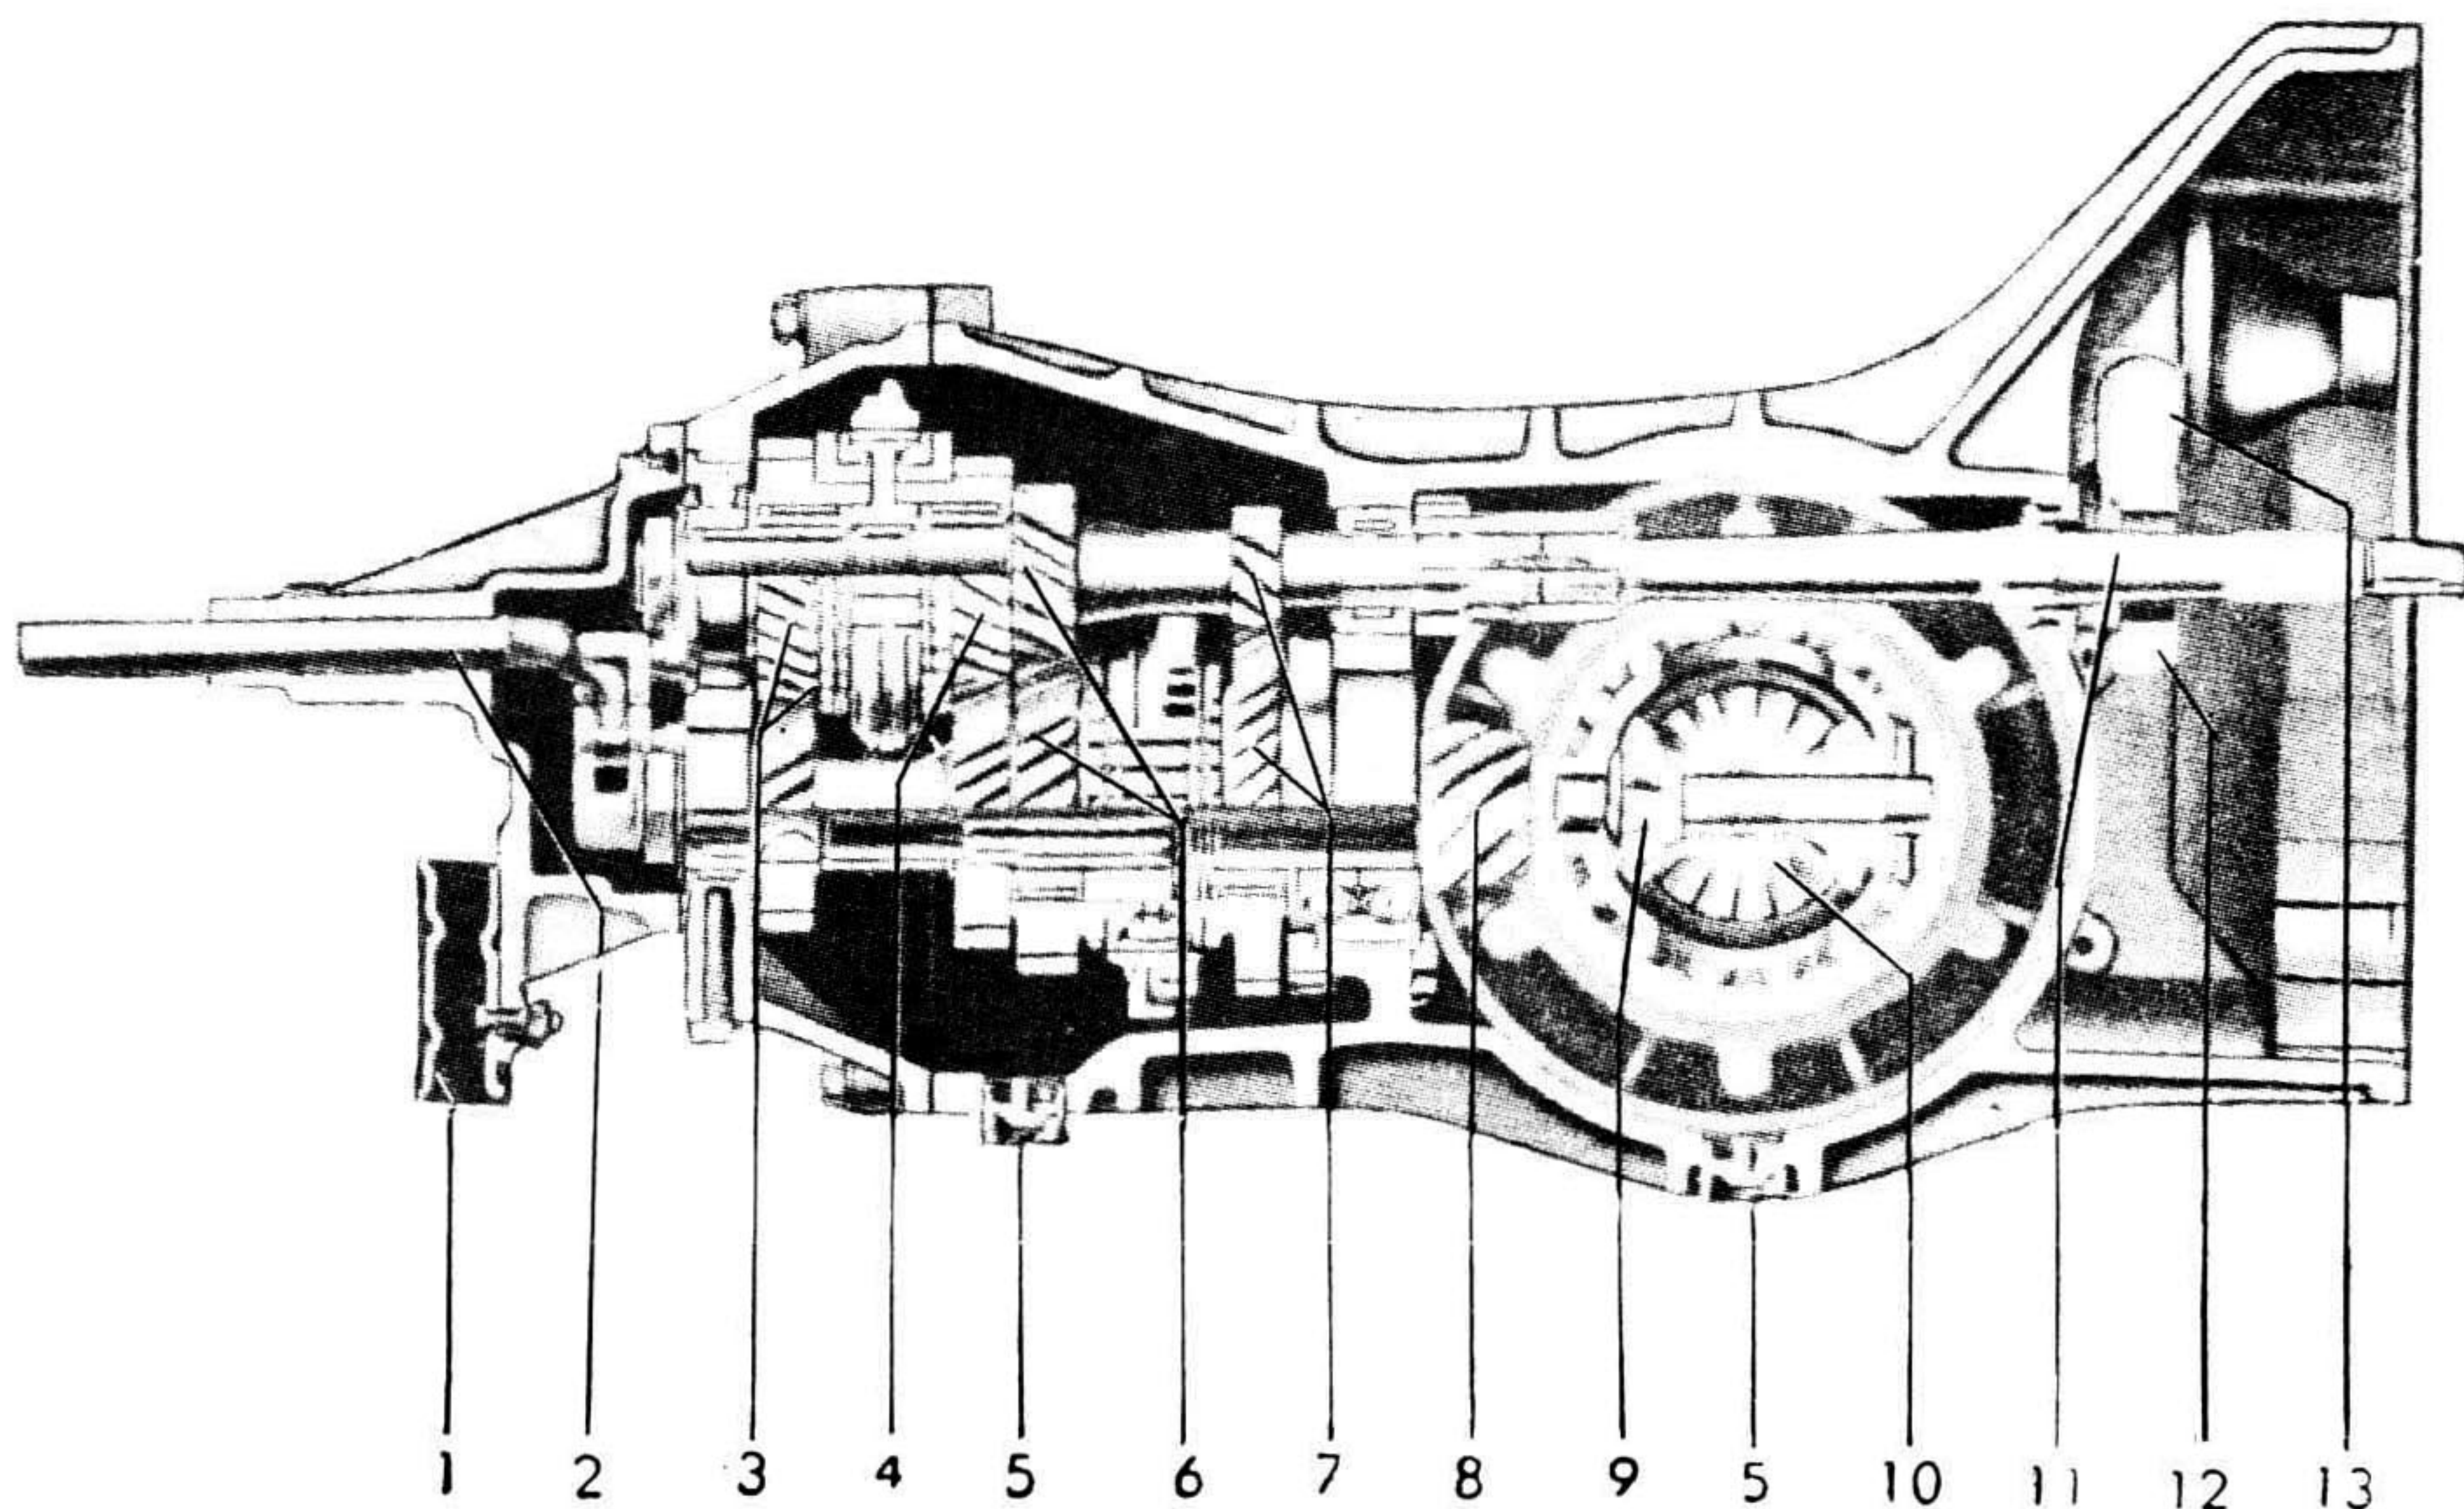
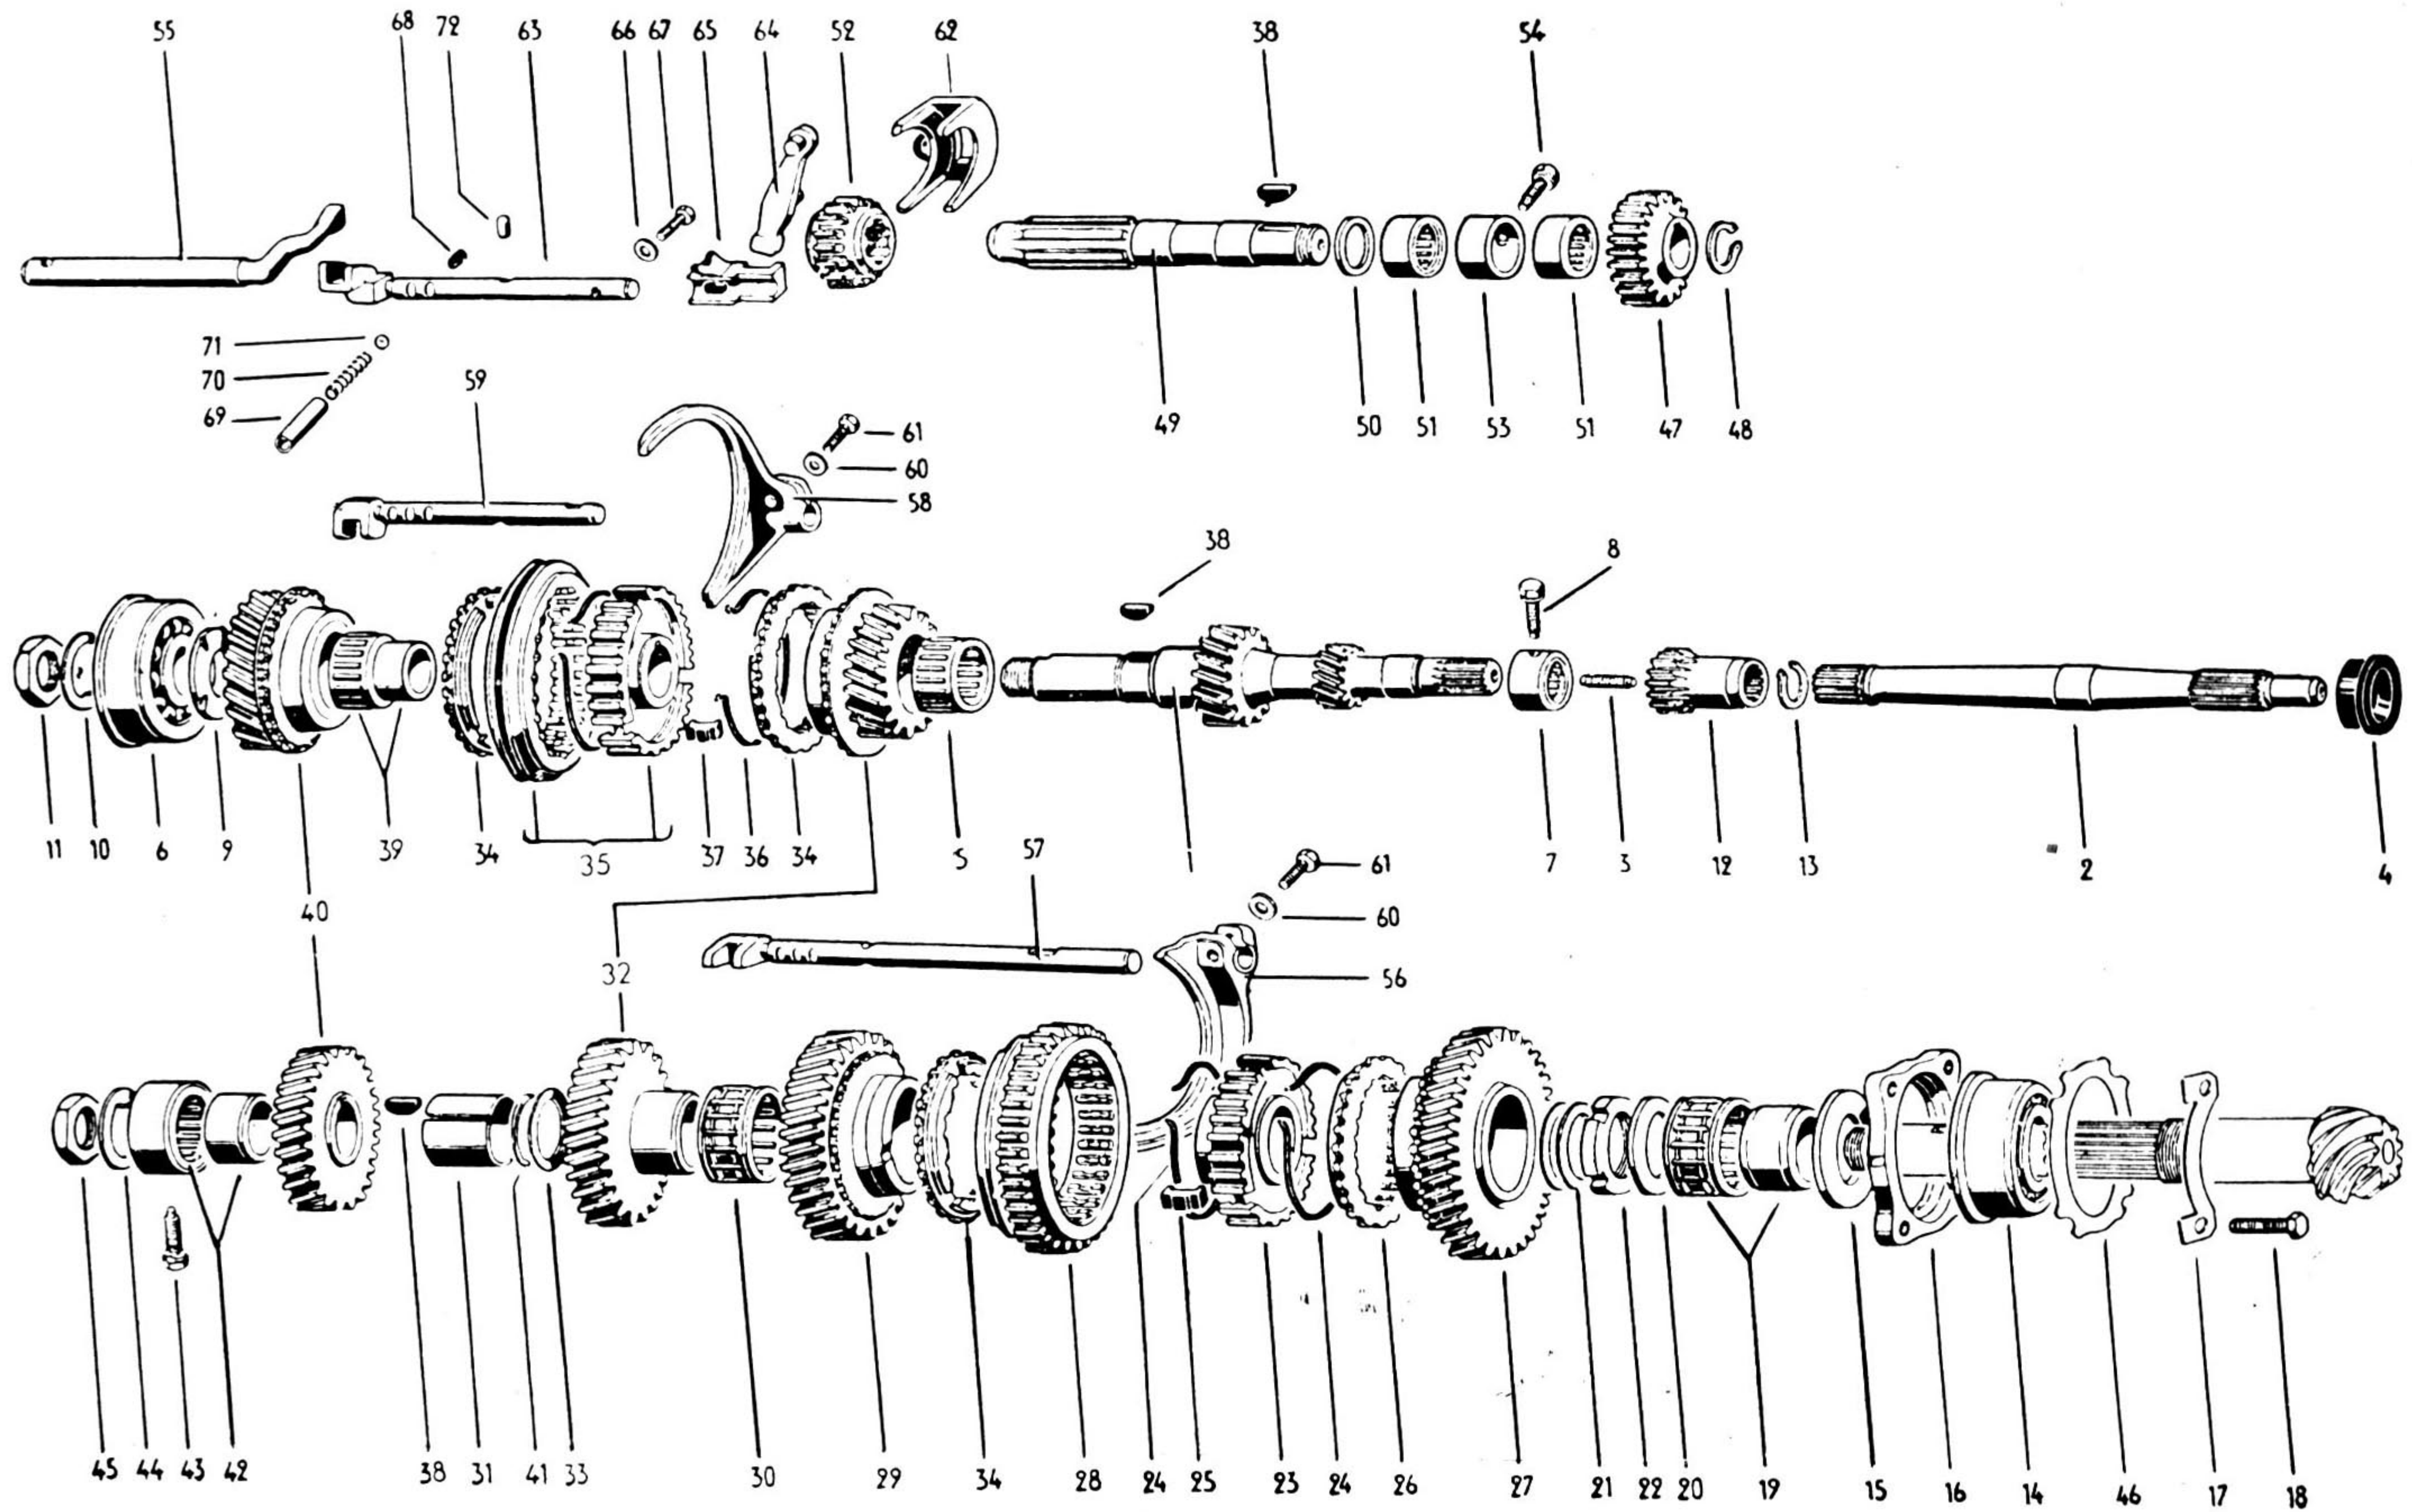

Fig. 1-K — Corte da caixa de mudanças e diferencial
Fig. 5-K — Peças internas da caixa de mudanças totalmente sincronizada
Internamente, as engrenagens e sincronizadores se distribuem em duas árvores, a primária e a secundária, além do eixo da engrenagem de marcha-a-ré. A árvore primária se divide em duas partes, a dianteira (1, fig. 5-K) e a traseira (2) As figs. 1, 2 e 5-K ilustram a caixa de mudanças sob vários aspectos, mostrando, inclusive a nomenclatura das peças.
- Solta-se o anel de retenção (13, fig. 5-K) da manga de acoplamento da árvore primária com a engrenagem de marcha-a-ré (12), retira-se essa peça e também a árvore primária (2).
- Retiram-se os parafusos do flange retentor do rolamento do pinhão (18 e 16, fig. 5-K).
- Retiram-se o anel de retenção da engrenagem de marcha-a-ré (47, 48, fig. 5-K), a engrenagem e a chaveta.
- Retira-se a árvore intermediária de marcha-a-ré (49) e a arruela de encosto (50).
- Retira-se o parafuso (54) que prende a bucha intermediária dos rolamentos de agulhas do eixo de marcha-a-ré.
- Retiram-se os calços de regulagem do pinhão. (46, fig. 5-K).
- Retira-se a haste deslizante de 3.^a e 4.^a (59, fig. 5-K).
- Remove-se o anel interno do rolamento de agulhas (42, fig. 5-K) e a engrenagem da 4.^a velocidade. Retira-se a chaveta (38), a bucha (31) a junta de regulagem (41) e a arruela (33).
- Retira-se a engrenagem de 3.^a (32) e a da 2.^a (29) e todo o corpo do sincronizador da 1.^a e 2.^a.
- Retira-se a engrenagem de 1.^a (27), o flange retentor do rolamento cônico (16) e as arruelas de regulagem da folga axial da 1.^a velocidade (21).
- Retira-se a porca redonda (22) usando-se o dispositivo VW 293.
- Retira-se a arruela de encosto (20) e o rolamento (19).
Fig. 7-K — A folga “a” indicada na figura ao lado, entre a arruela de encosto e a engrenagem de 1.^a velocidade na árvore secundária, deve ser de 0,10 a 0,25 mm. A correção se faz por meio de arruelas de ajuste (21, fig. 5-K).